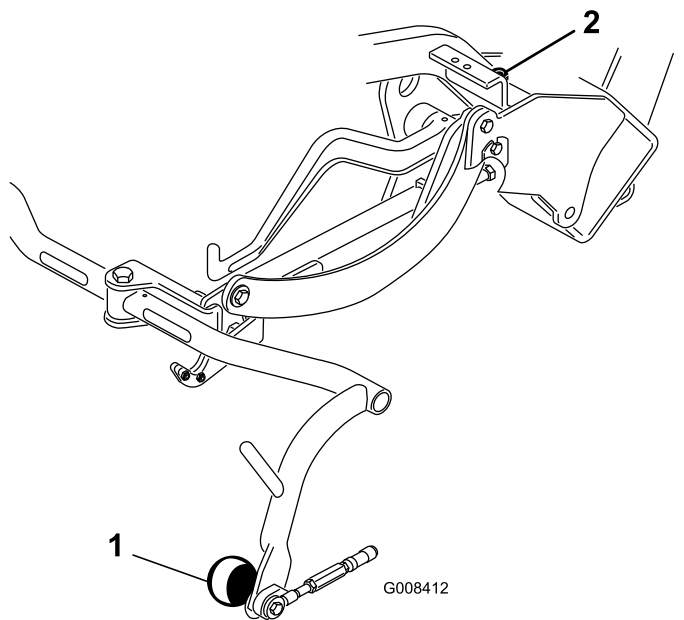

Bild 7
- Sollte eine Einstellung erforderlich sein, lösen Sie die Klemmmutter an der Anschlagsschraube des Trägerschienen (Bild 7) und drehen Sie die Schraube nach oben oder unten, um den Trägerschienen anzuheben oder abzulassen. Ziehen Sie die Klemmmutter an, um die Einstellung beizubehalten.